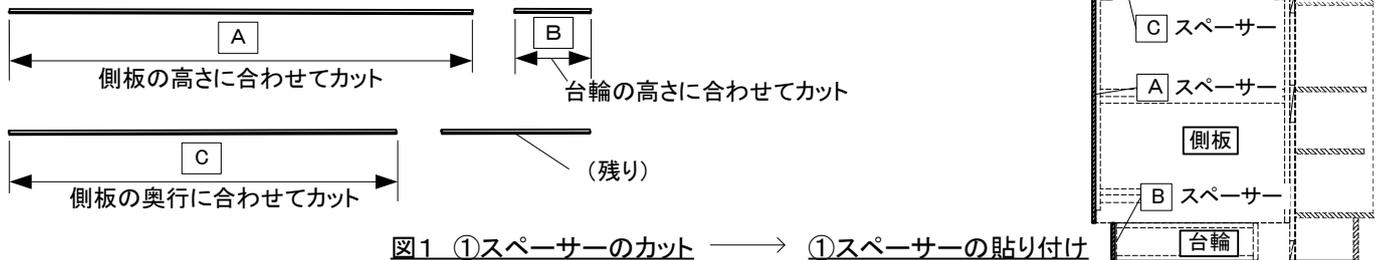

図1 ①スペーサーのカット → ①スペーサーの貼り付け
①スペーサーをキャビネット側板に貼り付けてください。(図1の位置を参考にしてください。)